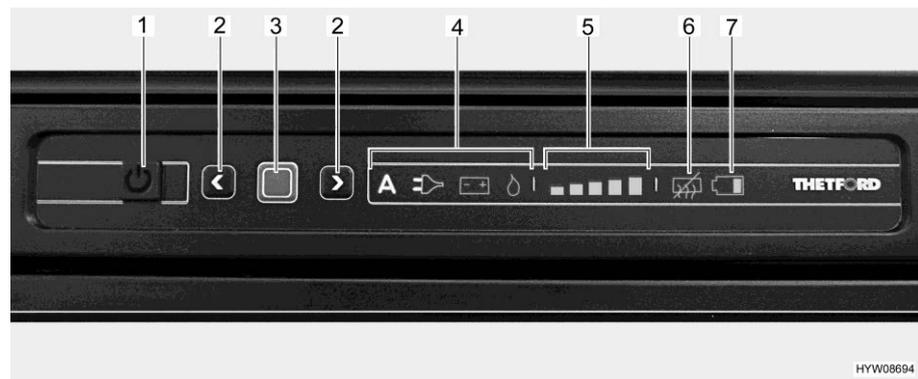

Fig. 134 Cuadro de mando de LED (frigorífico Thetford)
- Presionar la tecla On/Off (Fig. 134,1) por 1 segundo. La tecla se ilumina de color verde. Después de aprox. 10 segundos, la visualización se atenuará automáticamente por razones de ahorro de energía.
- Pulsar la tecla de confirmación (Fig. 134,3). Se visualizará el modo de funcionamiento seleccionado más recientemente.
- Pulsar la tecla de confirmación (Fig. 134,3) por aprox. 2 segundos. Los símbolos de modo de funcionamiento parpadean.
- Selección manual de energía: seleccionar la fuente de energía deseada usando las teclas de flecha (Fig. 134,2).
- Selección automática de energía (sólo en la versión con selección automática de energía): seleccionar el modo de funcionamiento "A" usando las teclas de flecha (Fig. 134,2).
- Confirmar la selección con la tecla de confirmación (Fig. 134,3).
- Pulsar de nuevo la tecla de confirmación (Fig. 134,3). El indicador de nivel de refrigeración (Fig. 134,5) parpadea.
- Para cambiar el ajuste, pulsar las teclas de flecha (Fig. 134,2) hasta que se visualice el ajuste deseado.
- Pulsar la tecla On/Off (Fig. 134,1) por aprox. 2 segundos. Todas las lámparas se apagan. El frigorífico está desconectado.
Una vez conectado, el frigorífico automáticamente seleccionará el ajuste del termostato seleccionado más recientemente. Este reajuste puede modificarse manualmente con las teclas de flecha (Fig. 134,2). Pasan algunas horas hasta que el frigorífico alcanza la temperatura de servicio normal. Al cambiar a otro modo de funcionamiento, se conservará el ajuste del termostato.